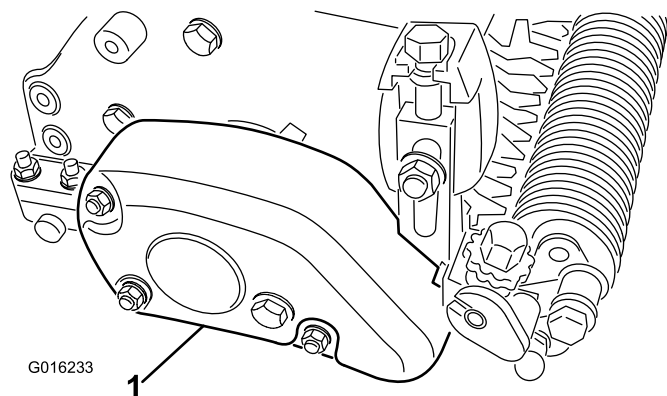

Figura 26
1. Remova a cobertura da correia da caixa do rastelo (Figura 26).